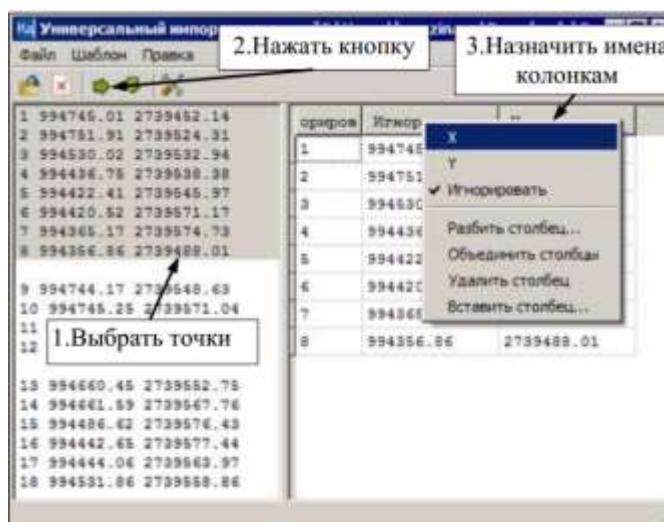

Рисунок 18– Универсальный импорт точек
С помощью кнопки на панели инструментов отправьте выбранные данные в правую панель (рис. 18).
– Затем каждой колонке правой панели присвойте имя в зависимости от данных, которые в ней содержатся. Для этого щелкните правой клавишей мыши на заголовке столбца и из контекстного меню выберите соответствующий пункт (рис. 18).